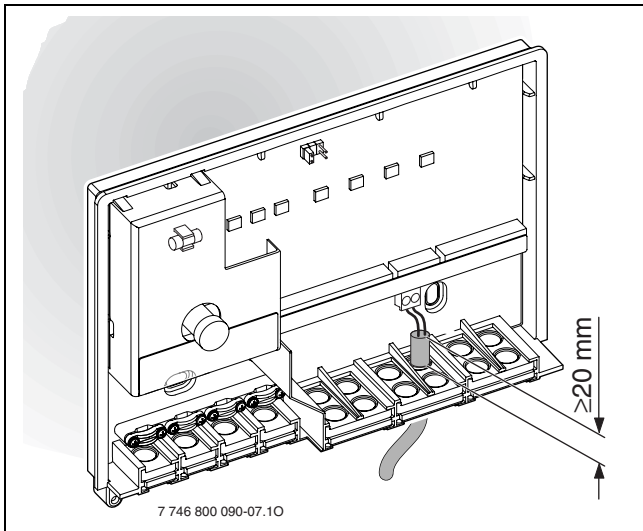

Рис. 12
Задля забезпечення захисту кабелю від бризок води (IP) його слід прокласти так, щоб оболонка заглиблювалася у ввіді щонайменше на 20 мм (→ рис. 12).